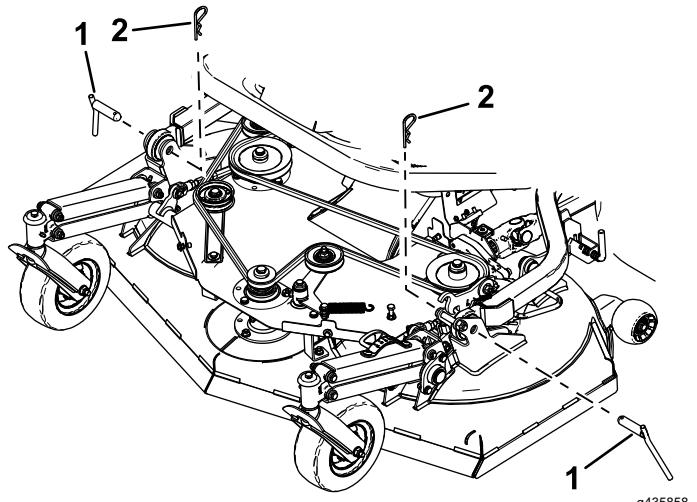

Figura 92
10. Retire os dois pinos de gancho e dois passadores de forquilha que prendem os braços de elevação em cada lado da unidade de corte (Figura 92).
5. Instale os pinos de gancho e os passadores de forquilha para prender os braços de elevação em ambos os lados; consulte Figura 92.